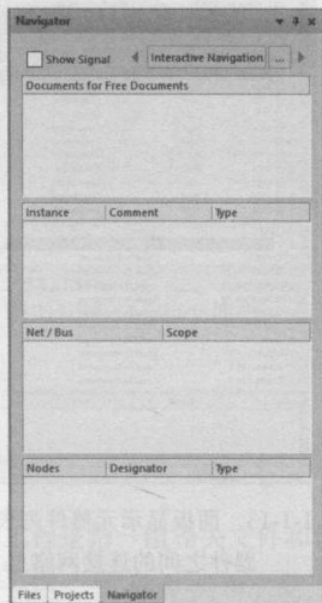

图 1-1-11 空的 Navigator 面板
(3) Navigator 面板。Navigator 面板是交互式访问导航面板。在没有打开任何工程的情况下，该面板是空面板，面板中没有任何内容，如图 1-1-11 所示。